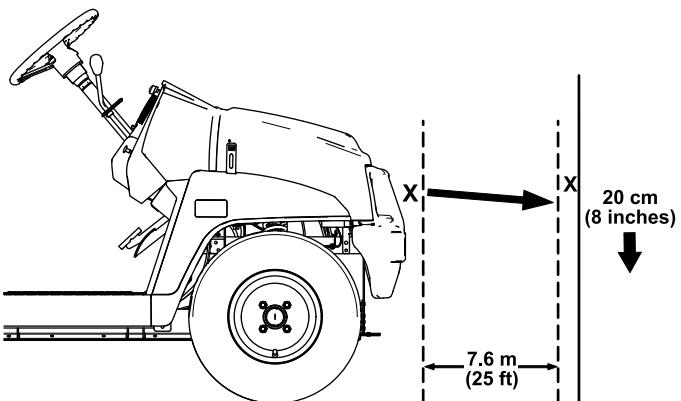

図 40
1. 平らな場所で、ヘッドライトを壁に向け、ライトと壁の距離が 7.6 m 程度になるように駐車する図 40。
ヘッドライトのビームの最も明るい部分が、壁に付けた印の約 20 cm 下を照らしていればよい図 40。